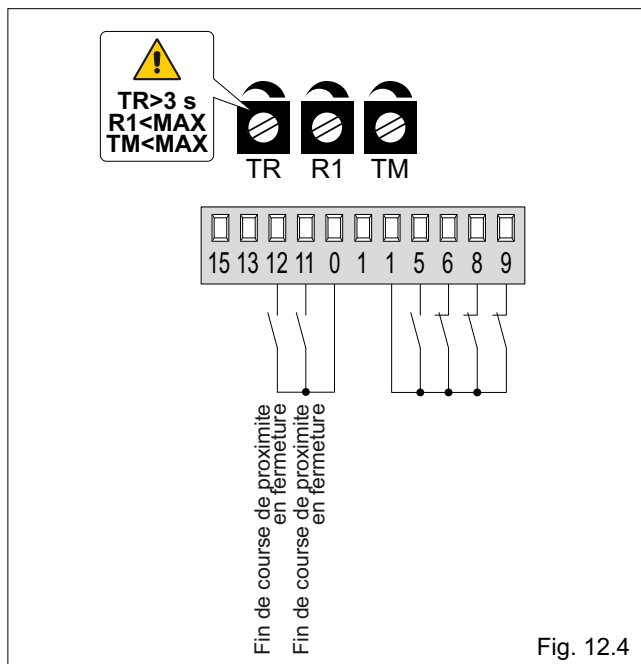

Fig. 12.4
**(Fig. 12.4) Les vantaux s'arrêtent sur les butées mécaniques et s'inversent sur les obstacles.**